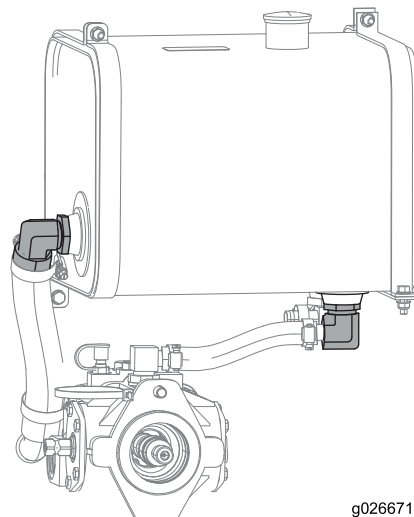

Figura 48
10. Retire los adaptadores acodados, retire los filtros y límpielos con aire comprimido (Figura 48).